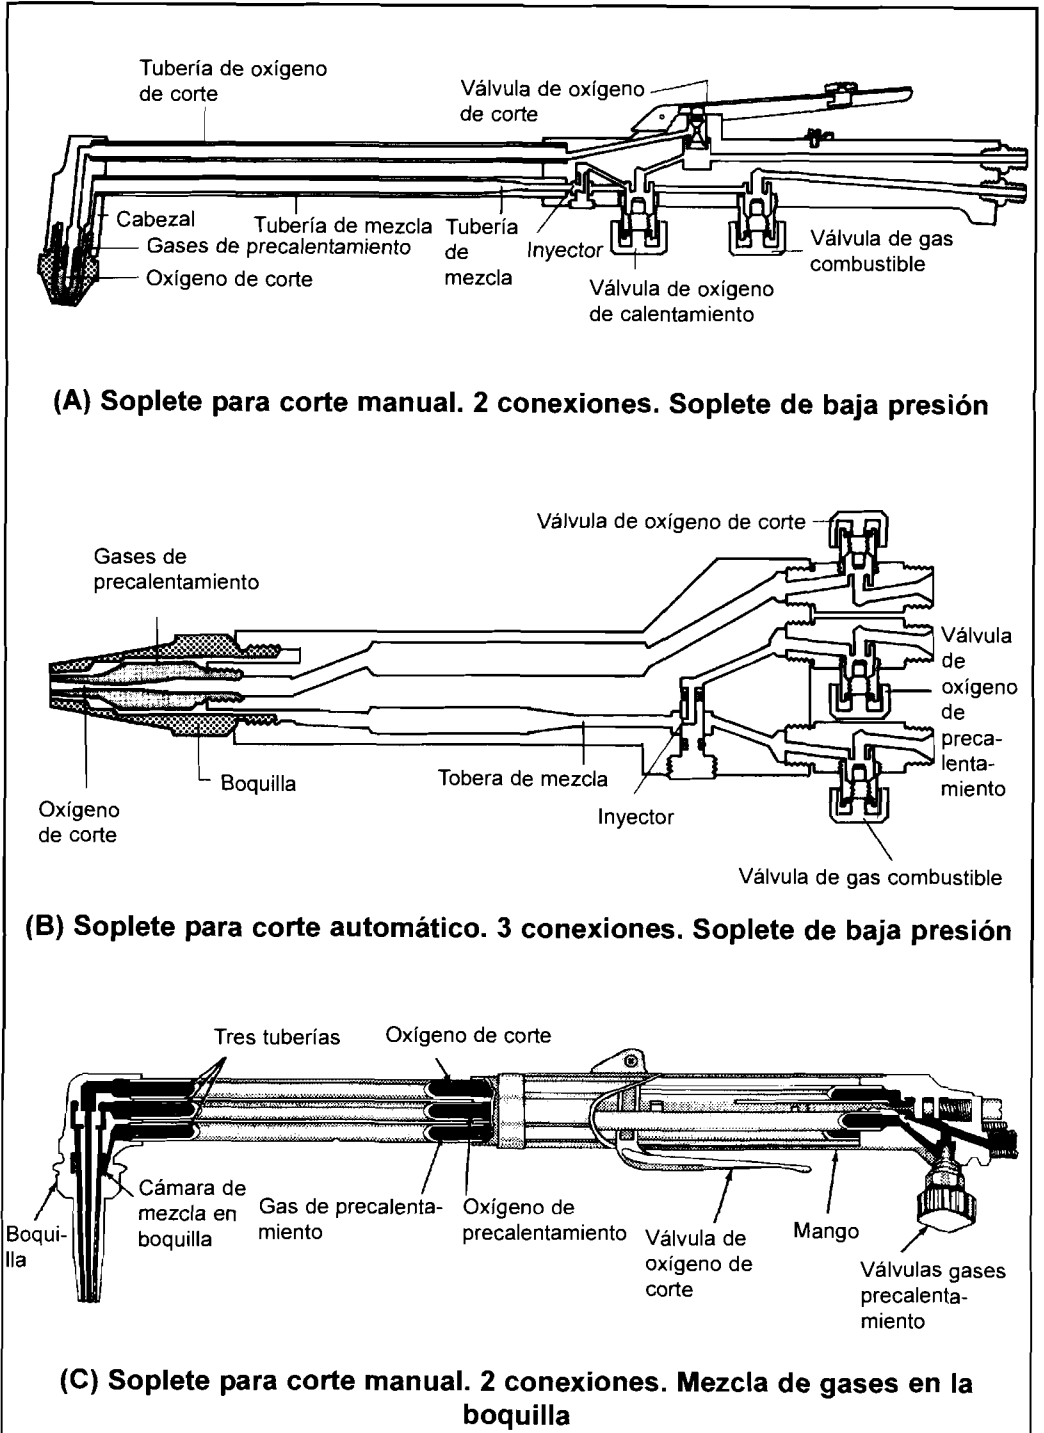

FIGURA 8.5: DIFERENTES TIPOS DE SOPLETES
- Soplete para corte automático [ver figura 8.5 (B)]. Los tubos de distribución de gases y el cabezal donde se sitúa la boquilla suelen estar agrupados en un tubo recto adecuado para el montaje en máquina.
Tanto los sopletes manuales como los de corte automático pueden tener 2 ó 3 conexiones para las mangueras de los gases. Un soplete con 2 conexiones [ver figura 8.5 (A), (C) y 8.4], tiene una para el gas combustible y otra para el oxígeno tanto de corte como de precalentamiento. Los sopletes con 3 conexiones tienen entradas separadas para el oxígeno de corte, el oxígeno de precalentamiento y para el gas combustible. Se recomiendan los sopletes con 3 válvulas cuando:
- En uno de ellos se realiza la mezcla en la boquilla (ver figura 8.5).
Dentro de este tipo de sopletes existen unos que tienen una cámara de mezcla normal (denominados de presión positiva o igual) y otros que tienen una cámara de mezcla en forma de inyector, denominándose sopletes de baja presión (también denominados universales o de inyector) [ver figura 8.5 (A) y (B)]. En el soplete de baja presión el combustible se suministra a muy baja presión y el oxígeno a alta presión aspira grandes cantidades de gas combustible a baja presión.